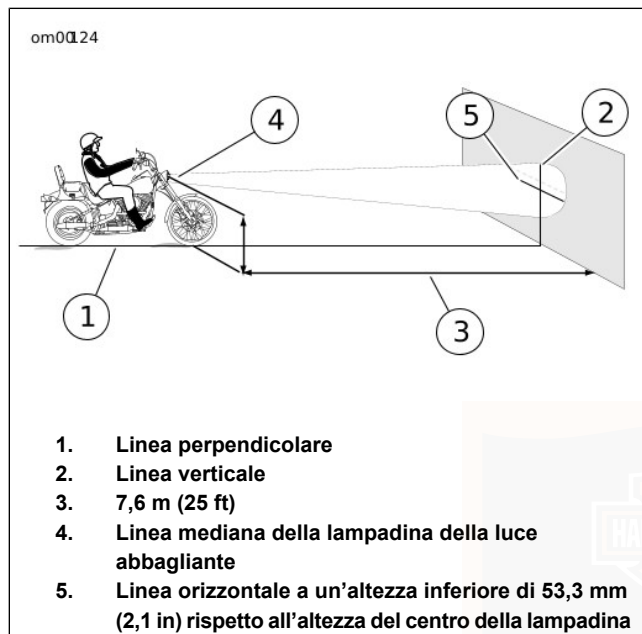

Figura 44. Allineamento del faro anteriore
Vedere Figura 44. Per farsi aiutare nel corretto posizionamento della motocicletta, si può tracciare una linea perpendicolare (1) sul pavimento. Per risultati ottimali, scegliere una zona scarsamente illuminata.
3. Tracciare una riga verticale (2) sulla parete.